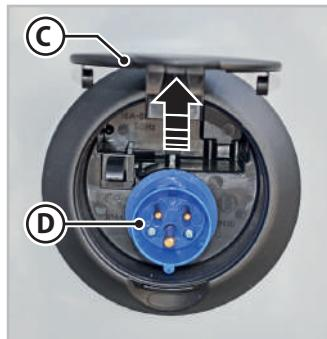

Fig. 6.33 - Prise d'alimentation 220 V
2. Soulever le couvercle (**C** - Fig.6.33) de la prise (**D** - Fig.6.33) situé sur le côté du véhicule.
3. Connecter un câble externe de section appropriée et de type homologué à la prise (**D** - Fig.6.33).